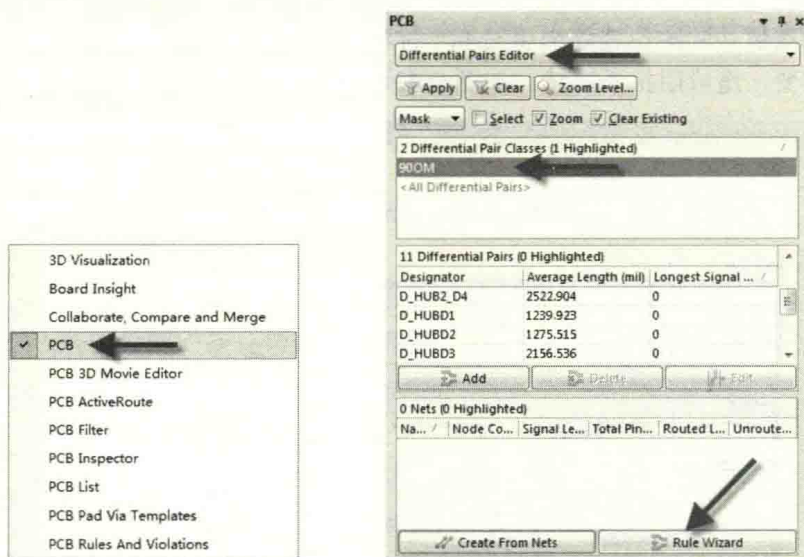

图 9-39 差分对编辑器的调用
(1) 在 PCB 设计交互界面的右下角执行命令“PCB-PCB”，调出 PCB 对象编辑窗口，选择“Differential Pairs Editor”，进入差分对编辑器，如图 9-39 所示。
(2) 单击需要创建规则的差分类，如“900M”。